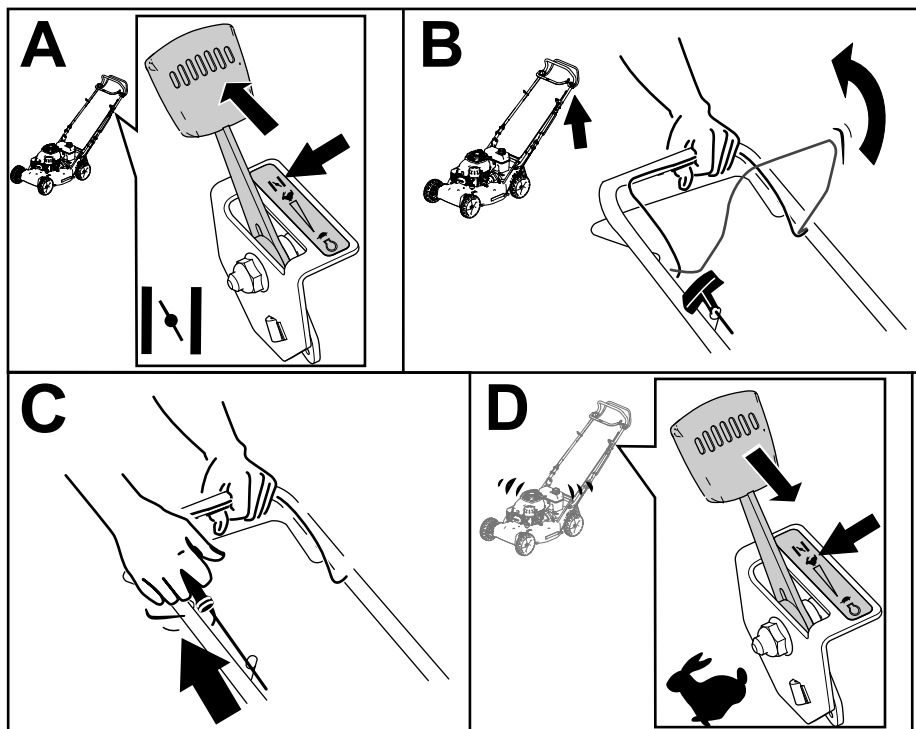

Figura 17
3. Portate la leva di comando dell'acceleratore in posizione STARTER (A della Figura 17).
4. Tenete la barra di comando delle lame contro la maniglia (B della Figura 17).
5. Tirate la stegola dell'avviatore autoavvolgente (C della Figura 17).
6. All'avvio del motore, spostate la leva del comando dell'acceleratore in posizione FAST (D di Figura 17).